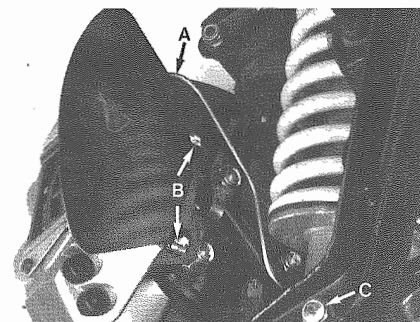

Fig. 8 - A - Tubo mandata olio
- Smontare il tubo mandata olio A (**Fig. 8**) ed il cavetto usura pastiglie.
- Smontare il caliper: aprire i fermi ed allentare le viti di fissaggio (**Fig. 8**); asportare il convogliatore aria e lo spessore di centraggio tra portacaliper e caliper.
- Disconnect oil delivery pipe A (**Fig. 8**) and indicator cable of pad wear.
- Disassemble caliper: open the retainers and loosen fixing screws (**Fig. 8**); take out air conveyor and centering spacer between caliper holder and caliper.